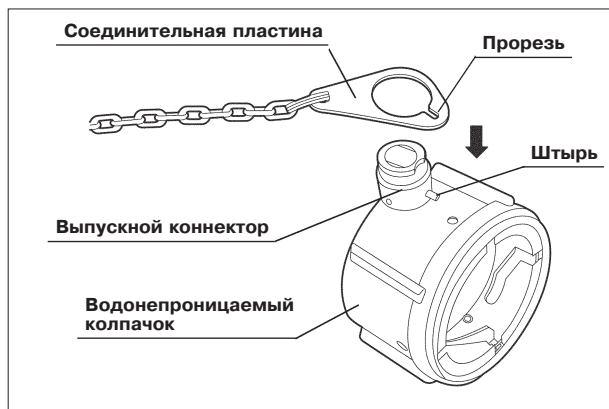

Рис. 2.2
2. Совместите прорезь соединительной пластины с выступом на выпускном коннекторе водонепроницаемого колпачка (МН-553, см. рис. 2.2).
3. Поместите соединительную пластину поверх выпускного коннектора (см. рис. 2.2).